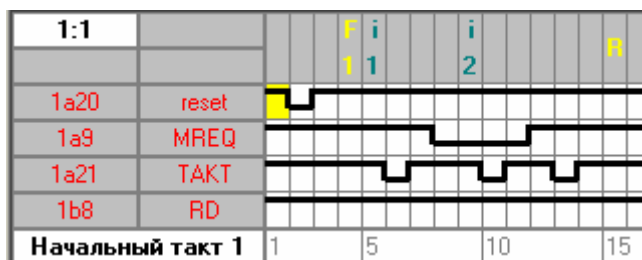

Рис. 11
- буквой **R** – чтение данных из файла (рис. 11);